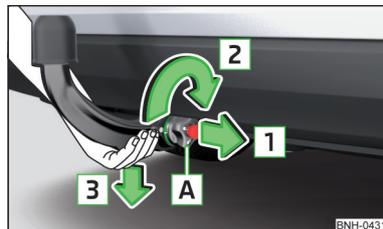

Fig. 112
- > Agarre la barra de cabeza esférica desde abajo » fig. 112.